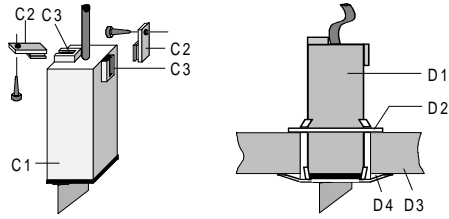

Bild 4: Montage des Empfängers
Montage des Empfängers (Bild 4)
- Beim Helligkeitssensor GE 252 kann der Empfänger auch auf einem Montageträger befestigt werden (siehe Bild 4).